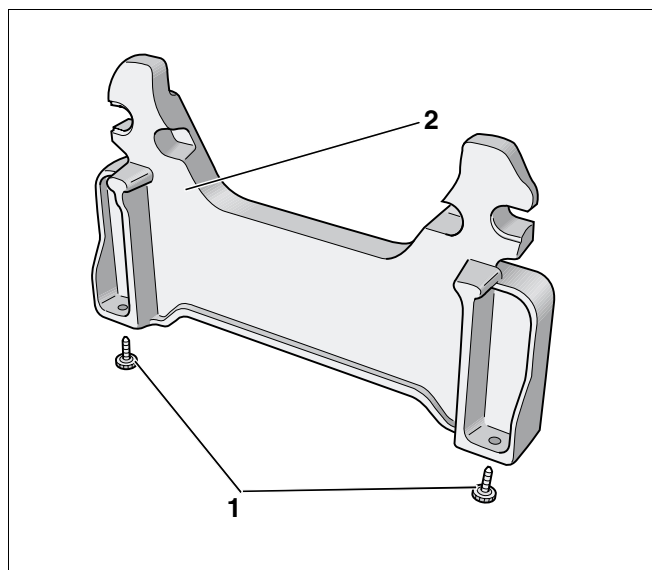

Fig. 11 Montering af stilleskruer på bundrammen
- Skru stilleskruerne (fig. 11, **pos. 1**) 5-10 mm ind i bundrammen (fig. 11, **pos. 2**).